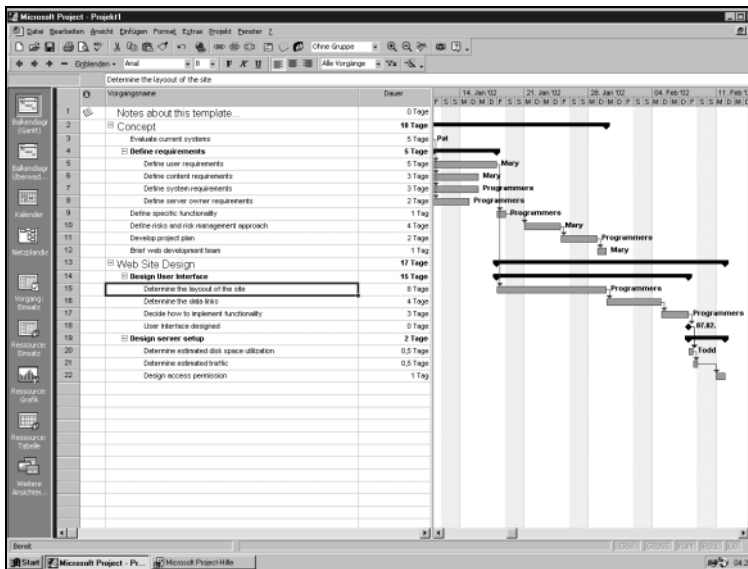

Abbildung 1.5:
Bei Betrachtung der nächsten fünf Abbildungen (Abbildung 1.5 bis 1.9) sehen Sie, wie verschieden die Ansichten von Microsoft Project sein können. Jede dieser Ansichten basiert auf denselben Daten. Die Daten werden nur unterschiedlich dargestellt, um besondere Aspekte des Projekts zu betonen oder um es den Managern zu ermöglichen, das Projekt auf verschiedene Weise zu analysieren. Zu lernen, wie man Ansichten effektiv nutzt, ist ein wichtiger Schlüssel für die erfolgreiche Anwendung von Microsoft Project.
- Im Balkendiagramm in Abbildung 1.5 ist der Vorgang FESTLEGEN DES WEB-SITE-LAYOUTS ausgewählt.